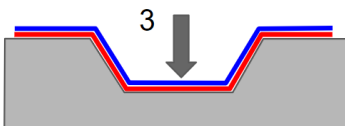

Abbildung 5
- 5) Sobald die Folie mit der Oberfläche in Kontakt kommt, drücken Sie sie mithilfe einer Kunststofffrakel oder dem Finger fest an, wann immer das angemessen ist. Das ist äußerst wichtig, um unter dem Material eingeschlossene Luft auszutreiben. Wenn sich Luftblasen zeigen, stechen Sie diese bei Bedarf auf. *Abbildung 5*